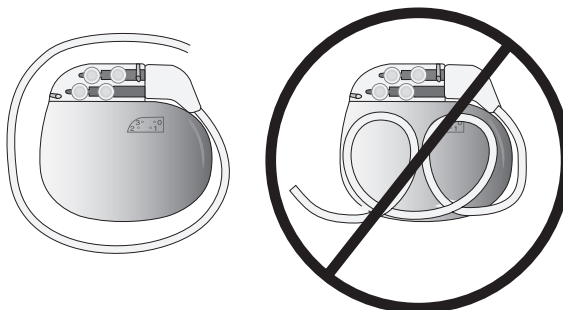

Figura 10. Avvolgere l'estensione in eccesso intorno al perimetro del neurostimolatore Modello 3023.
- Non arrotolare la lunghezza in eccesso sul lato del neurostimolatore su cui è inciso il codice di identificazione. Avvolgere la lunghezza in eccesso intorno al perimetro del neurostimolatore (Figura 10) per evitare di aumentare la profondità della tasca sottocutanea e per ridurre al minimo eventuali danni durante l'intervento chirurgico di sostituzione del neurostimolatore, il rischio di attorcigliamento od eventuali interferenze con la telemetria durante la programmazione.